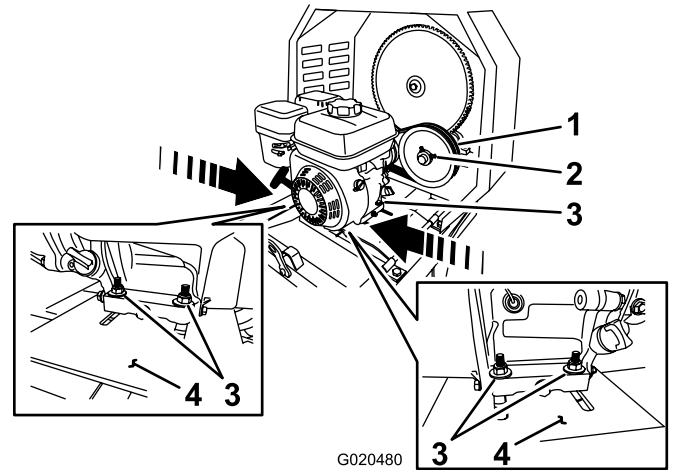

Figure 56
- B. Desserrez les écrous et boulons qui fixent le moteur au plancher moteur (Figure 56).
- **Pour accroître l'entrefer – éloignez** le moteur de la poulie de tension (Figure 56).
- **Pour réduire l'entrefer – rapprochez** le moteur de la poulie de tension (Figure 56).